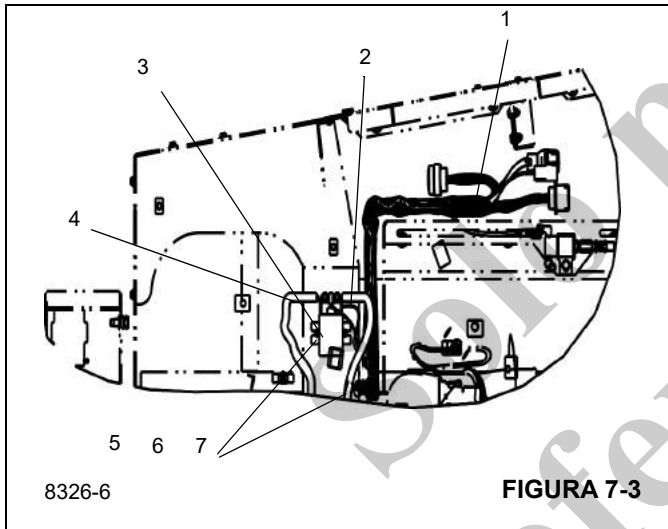

FIGURA 7-3
Consulte la Figura 7-1, la Figura 7-2 y la Figura 7-3.
21. Coloque el relé de arranque y el relé de velocidad máxima dentro del capó y fíjelos con los pernos, las arandelas, las arandelas de seguridad y las tuercas. Consulte la (Figura 7-3).